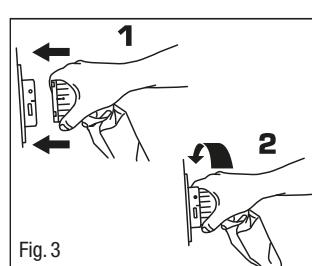

Fig. 3
5. Fastgør luftslangen til strømforsyningen ved at fluge den sorte streg på luftslangens forbindelsesled med den sorte streg på stikket på strømforsyningen og skub dem derefter mod hinanden. Drej madrassens slangeforbindelsesled med uret indtil den grønne indikator kommer til syne i indikatoråbningen på strømforsyningens forbindelsesled. (Fig 3).